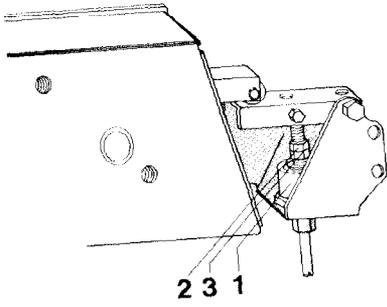

Fig.70
Sollte der Hydraulikzylinder (Fig. 70/1) den Schaltkasten nicht umschalten, sind folgende Einstellungen bei ausgefahrenem Zylinder vorzunehmen:
- Kontermutter (Fig. 70/2) lösen.
- Mutter (Fig. 70/3) so weit nach links drehen, bis der Schaltkasten hörbar umschaltet, danach die Mutter zwei Umdrehungen weiterdrehen und kontern.
- Kontermutter (Fig. 70/2) festziehen.